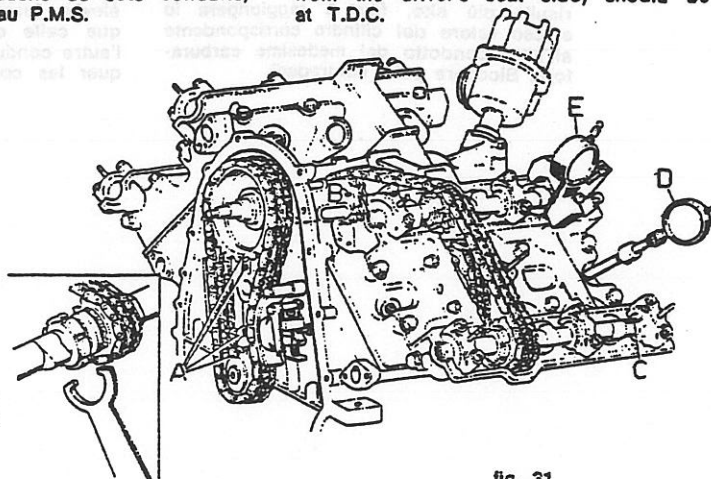

fig. 31
In caso di smontaggio del motore, per ottenere la giusta fasatura, procedere come appresso indicato. Ruotare l'albero a manovella fino a fare coincidere i denti segnati da uno (0) sull'ingranaggio distribuzione e sull'albero a manovella, con i relativi contrassegni (0) sul frontale basamento (fig. 31/A).
En cas de démontage du moteur, pour obtenir une mise en phase correcte, opérer de la façon suivante: faire tourner l'arbre à manivelle jusqu'à ce que les dents marquées par un (0) sur l'engrenage de distribution et sur l'arbre à manivelle coïncident avec les marques (0) correspondantes sur le monobloc (fig. 31/A).
In caso di smontaggio di una delle due teste assicurarsi che lo zero (0) segnato sull'albero centrale sia visibile in corrispondenza dell'uscita della catena (fig. 31/B) con il pistone numero uno al P.M.S. nel caso che lo zero (0) non fosse visibile ruotare il motore di 360°.
Trovate queste coincidenze si può procedere al montaggio degli assi a camme facendo attenzione che i segni su di essi combacino con quelli stampigliati sui supporti (fig. 31/C).
Au cas où l'on démonterait une des deux culasses, s'assurer que le zéro (0) marqué sur l'arbre central soit bien visible en correspondance de la sortie de la chaîne (fig. 31/B) avec le piston n. 1 au P.M.S.; au cas où le zéro (0) ne serait pas visible, tourner le moteur de 360°.
Une fois que les coïncidences ont été trouvées, on peut passer au montage des axes à cammes en faisant bien attention à ce que les marques de ceux-ci coïncident avec celles estampillées sur les supports (fig. 31/C).
Rotate the crankshaft so as to bring the teeth marked with 0 on the timing gear on the crankshaft into line with the related matching marks 0 on the front of crankcase (A, fig. 31).
When removing one of the two heads, make sure that mark 0 on the central shaft can be spot at the exit of chain (B, fig. 31) with piston No. 1 at T.D.C.; in case mark 0 cannot be spotted, rotate engine 360°.
When these coincidences are achieved, proceed to the assembly of camshafts, making sure that marks stamped on them are aligned with those on the supports (C, fig. 31).
misuratore micrometrico sul foro della sua candela (fig. 31/D) (testa sinistra) e con i lobi degli assi a camme nella posizione indicata in (fig. 31/C) rivolti verso l'esterno. Si fissa un altro misuratore micrometrico in corrispondenza del bicchierino della valvola del cilindro numero uno (fig. 31/E), indi ruotare l'asse a camme fino che la valvola di aspirazione sia aperta di mm 2,2 e la valvola di scarico di mm 1,3. Analoga operazione dovrà essere fatta sulla testa opposta, tenendo presente che i lobi degli alberi a camme dovranno essere rivolti verso l'interno e che gli strumenti di misurazione dovranno essere posti sul cilindro numero sei.
Fare attenzione alla segnatura sugli assi a camme (fig. 31/C).
Pour trouver le P.M.S. du cylindre numéro un, fixer au moyen d'instruments spéciaux, un mesureur micrométrique sur le orifice de sa bougie (fig. 31/D) (culasse gauche), les lobes des axes à camés ayant la position indiquée sur la (fig. 31/C), tournés vers l'extérieur.
Fixer un autre mesureur micrométrique en correspondance de l'emboîtement de la soupape du cylindre numéro un (fig. 31/E) et faire tourner l'axe à camés jusqu'à ce que la soupape d'admission ait une ouverture de 2,2 mm et la soupape d'échappement une ouverture de 1,3 mm. La même opération devra être effectuée sur la culasse opposée, en tenant compte du fait que les lobes des arbres à camés devront être tournés vers l'intérieur et que les instruments de mesure devront être placés sur le cylindre n. 6. Faire attention aux marques sur les axes à camés (fig. 31/C).
By means of the proper tools fix a micrometric gauge in the spark plug hole (fig. 31/D), left hand head, and with camshafts in the position indicated in (fig. 31/C). Fix an other micrometric gauge in correspondence of the valve cap of cylinder No. 1 (fig. 31/E), then turn camshaft till intake valve is mms. 2.2 open and exhaust valve mms. 1.3. Same operation should be carried out on the opposite head, keeping in mind that position of camshafts should be in opposite position in respect of (fig. 31/C) and that gauges should be fixed on cylinder No. 6. Pay attention to the marks on camshafts (fig. 31/C).